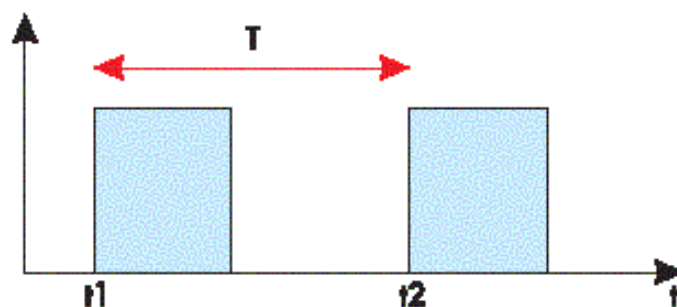

Рисунок 2.1 - Вимірювання періоду
*Приклад 1.* Вимірювання періоду дискретного сигналу (рис. 2.1).